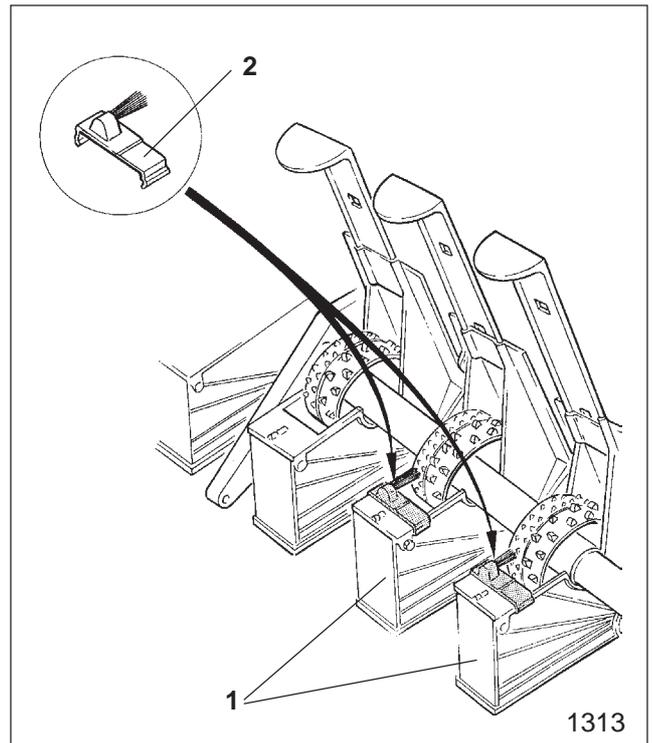

Fig. 18.25
- Neue Fahrgassensräder (Fig. 18.25/1) markieren, indem Sie die Feinsäradbürsten (Fig. 18.25/2) auf die neuen Fahrgassensägegehäuse aufstecken. Zum Anlegen einer Spur werden in der Regel bis zu drei, in Ausnahmefällen bis zu 4 oder 5 Säräder abgeschaltet.